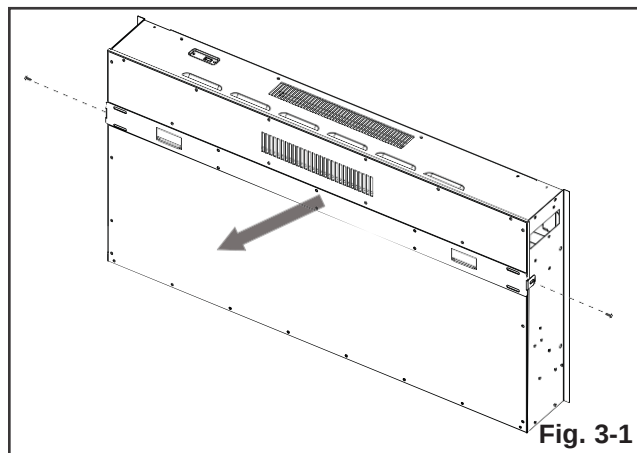

Fig. 3-1
- D. Coloque el dispositivo boca abajo sobre una superficie blanda y no abrasiva. Retire el soporte de montaje en la pared de la parte posterior del dispositivo quitando los tornillos (Fig. 3-1). Coloque el soporte y deje los tornillos a un lado.